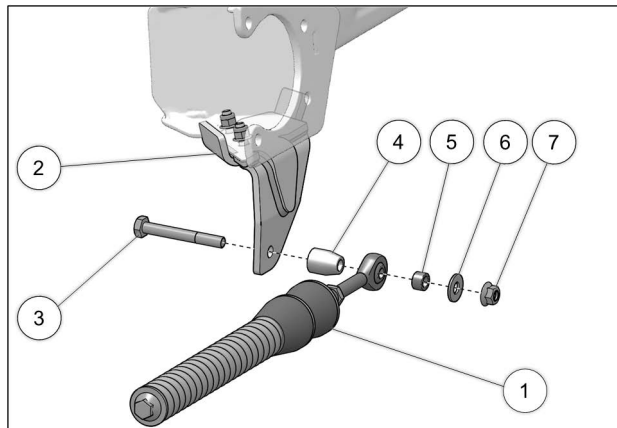

Fig. 9
9. Fixer le bras stabilisateur (1) à l'ancrage de suspension (2) en utilisant le boulon M10 de 80mm de longueur (3), l'espaceur long (4), l'espaceur court (5), la rondelle (6) et l'écrou autobloquant (7). Serrer à un couple de 70 Nm [52 lb•pi]. Voir Fig. 9